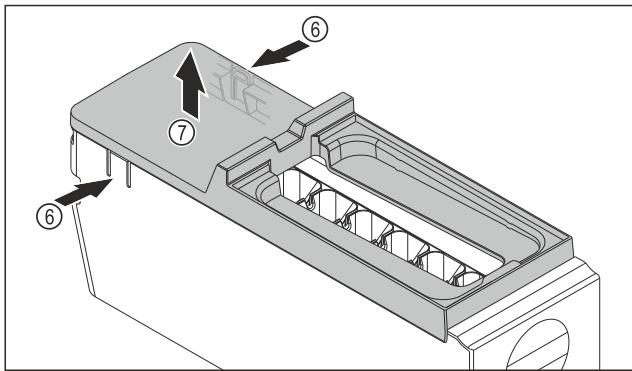

Fig. 88
- Зняти кришку з корпусу EasyTwist-Ice: натиснути однією рукою на накладки Fig. 88 (6) з обох боків корпусу EasyTwist-Ice.
- Зняти кришку Fig. 88 (7), потягнувши її вгору іншою рукою.